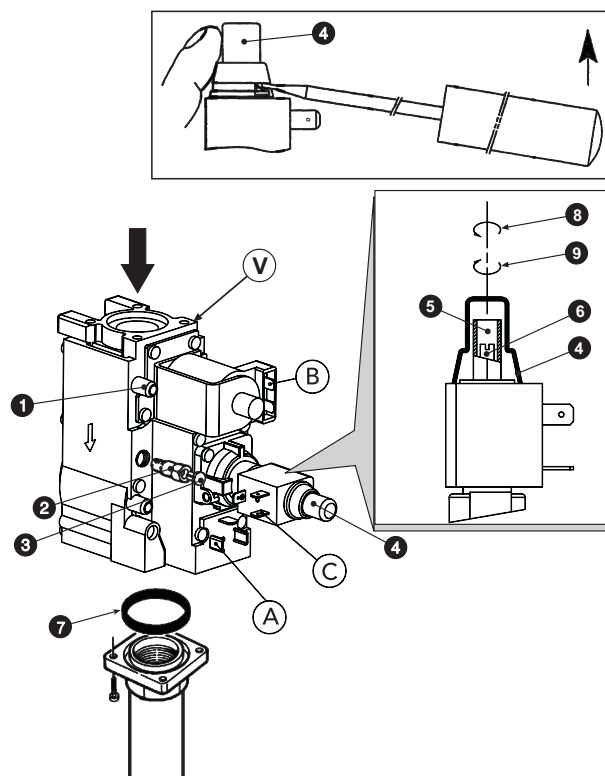

рис. 4 - Перенастройка котла на другой вид газа
Операции регулировки давления должны выполняться при работающем котле с помощью соответствующих регуляторов, установленных на 2-ступенчатых газовых клапанах (см. рис. 4)
3. Снимите защитную крышку регулятора давления 4 на рис. 4.
1. Медленно поверните ручку регулировочного термостата по часовой стрелки до 1-го щелчка; таким образом обеспечивается подача газа в отверстия А и В газового клапана (см. рис. 4).
2. Регулируйте давление с помощью винта 6 на рис. 4 и проверьте его на соответствие со значениями, приведенными в таблице технических данных на sez. 5.3.
1. Поверните ручку термостата регулировки до максимума; таким образом обеспечивается подача газа в отверстия А, В и С газового клапана (см. рис. 4).
2. Регулируйте давление с помощью винта 5 на рис. 4 и проверьте его соответствие со значениями, приведенными в таблице технических данных на sez. 5.3.
2. Снимите с газового клапана маленький колпак 3 (рис. 4), установите на клапан регулятор "STEP" зажигания 2, находящийся в комплекте переналадки, и наденьте на него колпак 3.
Осуществляется выполнением описанных выше операций, сняв регулятор зажигания "STEP" 2 на рис. 4 с газового клапана и установив колпак 3 на рис. 4 непосредственно на клапан.